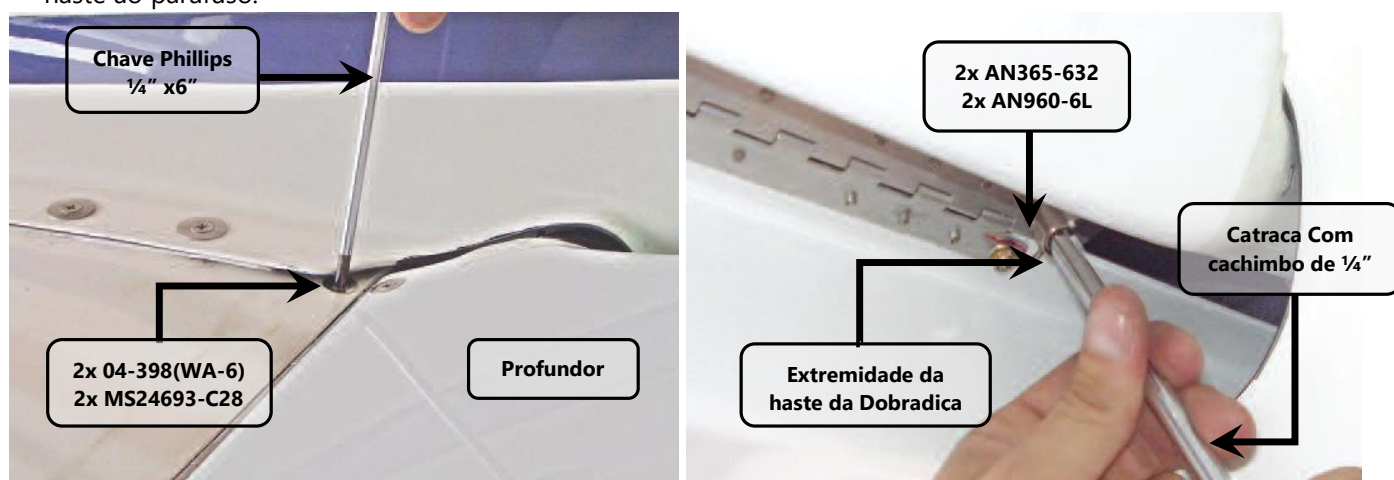
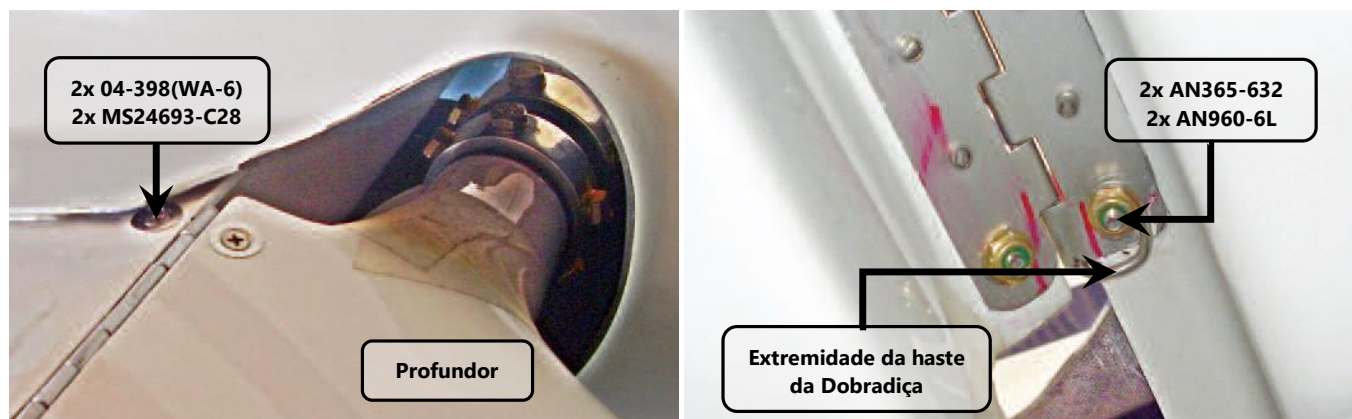

Figura 55.20.24 – Instalação dos parafusos de fixação na raiz do profundor.
Figura 55.20.25 – Parafusos de fixação na raiz do profundor
15. Instalar, em cada profundor, dois parafusos MS24693-C28 e demais hardwares mostrados na figura 55.20.24 e figura 55.20.25. Um parafuso fixa a extremidade da haste de comando, a dobradiça e o profundor, o outro fixa o estabilizador à dobradiça. Utilize um alicate de bico para ajustar a extremidade da haste ao parafuso.
A figura 55.20.25 mostra os hardwares desta instalação.